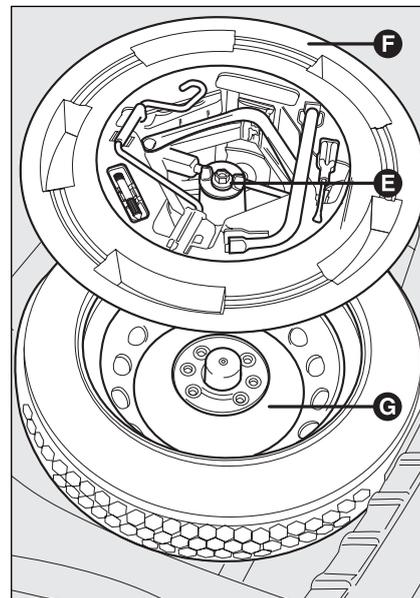

fig. 11
- sistemare il ruotino di scorta **G-fig. 11** nell'apposito vano ricavato nel bagagliaio;